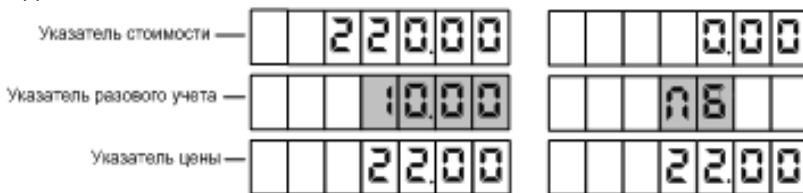

Рисунок 15
7.2 Для выдачи топлива задать дозу с СУ или БМУ. Когда устройство будет готово к отпуску топлива, в средней строке табло мигающими символами отобразится величина *заданной* дозы, а в случае отпуска "до полного бака" – символы "ПБ" (рисунок 15). Это дает клиенту удобный способ определить, когда можно начать заправку, а также убедиться, что задано именно то количество топлива, которое он заказывал. Для запуска налива необходимо снять раздаточный кран или подать команду "Пуск" с системы управления, после чего значения стоимости и объема на табло обнуляются. С этих пор на табло отображается *отпущенная* на текущий момент доза.